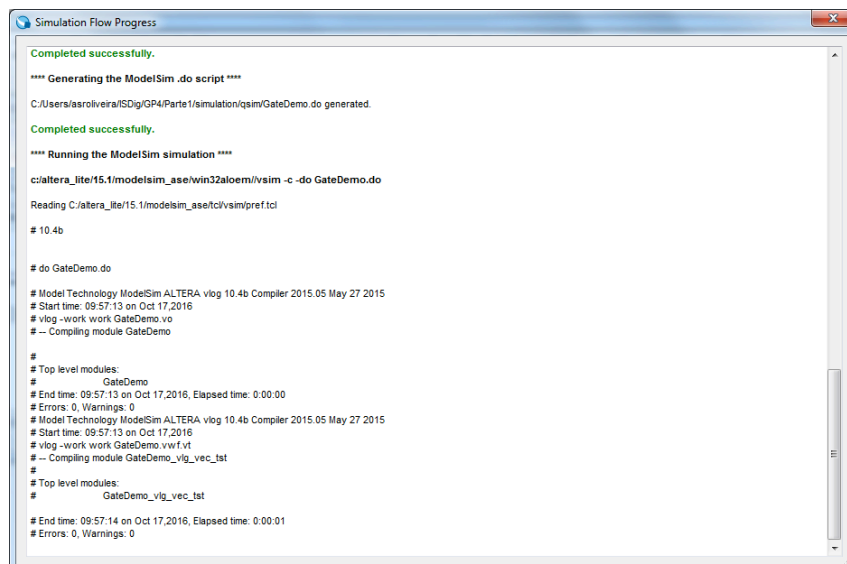
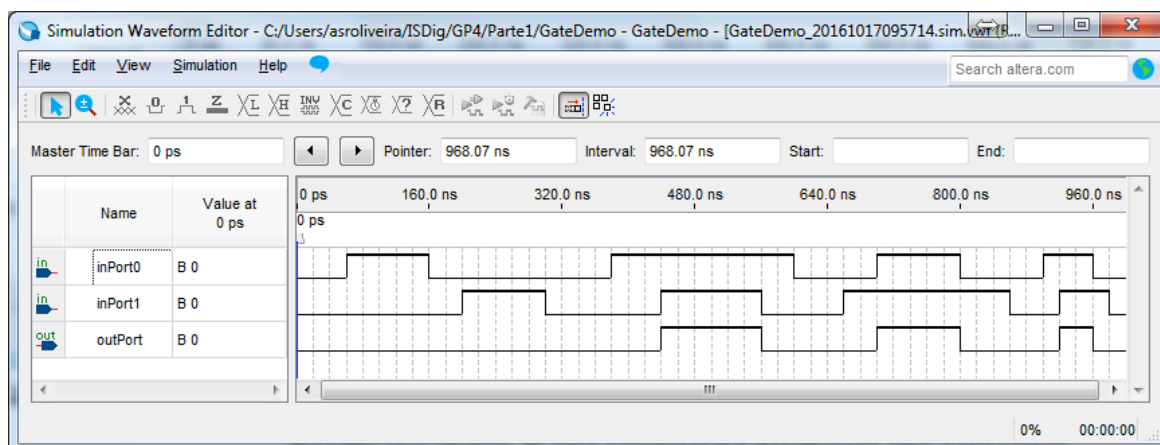

Figura 21 – Janela de compilação e execução da simulação do circuito com os vetores de entrada especificados.
Figura 22 – Janela do simulador com a forma de onda do sinal de saída em função dos vetores de entrada especificados e do comportamento do circuito.
14. Execute a simulação através do menu “Simulation→Run Functional Simulation”, o qual deve abrir uma janela semelhante à Figura 21. Após a simulação deve obter o valor da saída da porta lógica correspondente às entradas que especificou (Figura 22).